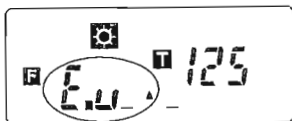
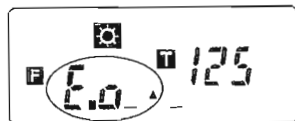

図18
図19
- 測定範囲を外れた場合は、E.u (アンダーエラー)、E.o (オーバーエラー)が表示されます。(図18)(図19)